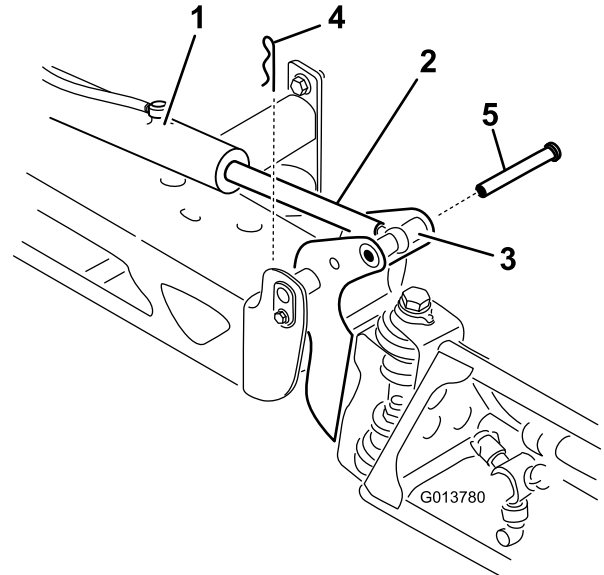

Bild 103
2. Nehmen Sie den Splint vom Lagerbolzen ab (Bild 103).
3. Heben Sie den Ausleger an und nehmen Sie den Stift ab (Bild 103), senken Sie den Ausleger dann langsam auf den Boden ab.
- Halten Sie den Ausleger fest und stecken Sie den Stift durch das Auslegerscharnier und die Aktuatorstange (Bild 103).